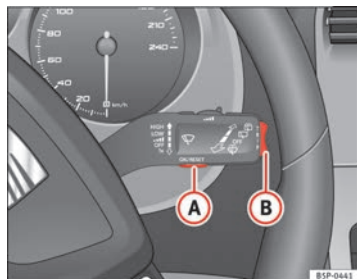
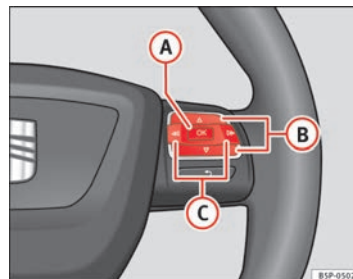

Fig. 43 Palanca del limpiacristales: tecla A para confirmar opciones del menú y tecla basculante B para cambiar de menú
Fig. 44 Mandos en volante: tecla A para confirmar opciones del menú y teclas B para cambiar de menú
⇒ **página 68, fig. 44** hasta que lo visualice en la pantalla. Ya está dentro de este menú.
- Para cambiar de una memoria a otra, pulse brevemente la tecla **[A]** ⇒ **página 68, fig. 43** ⇒ página 68 de la palanca del limpiacristales o la tecla **[OK]** del volante multifunción ⇒ **página 68, fig. 44** ⇒ página 68 con el encendido conectado. ▶
En el indicador multifunción puede consultar los siguientes datos accionando la tecla basculante **B** ⇒ **página 68, fig. 43** ⇒ página 68 de la palanca del limpiacristales o pulsando la tecla **A** o **V** ⇒ **página 68, fig. 44** del volante multifunción*.